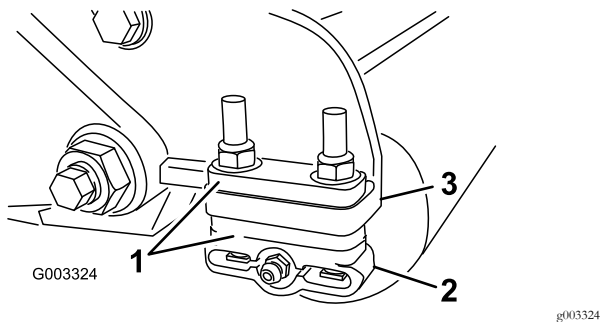

图13
- 根据剪草高度表将所需数量的隔片放在侧板安装法兰图13下将后滚筒支架图13调节到所需的剪草高度范围。